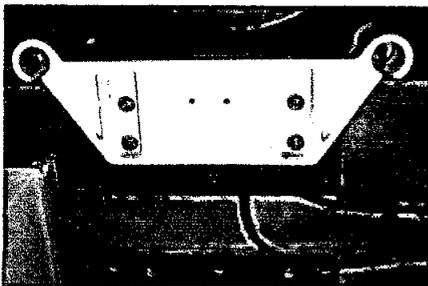

Fig.6
- " Tiempo que se garantiza que no se sujetan, vuelva a apretar los tornillos que retiró anteriormente (Fig. 6).